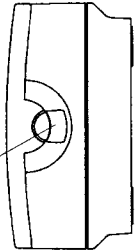

Рисунок 5
6.13 Конструкция извещателя предусматривает возможность его пломбирования (см. рисунок 5) любым пластичным, легко разрушаемым материалом.